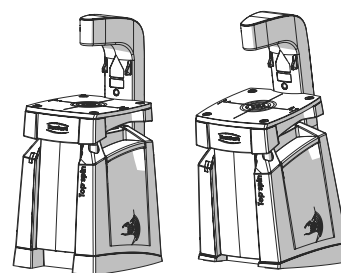

Fig. 2
- ⇒ Scegliere la posizione di lavoro desiderata, fig. 2 (vedi cap. 5.4).